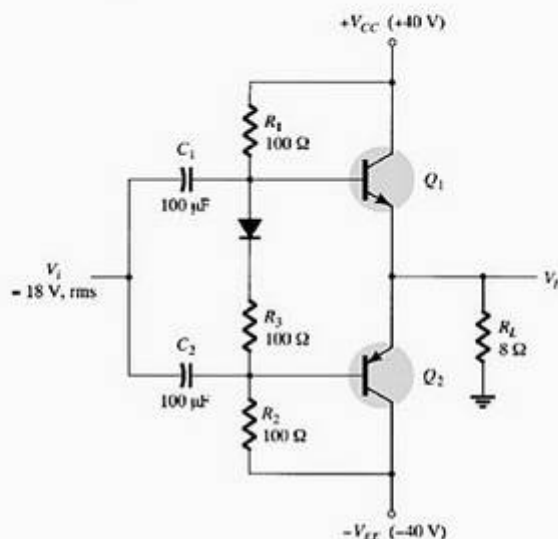

Figura 15.37 Problema 18.
- * 18. Para o amplificador de potência da Figura 15.37, calcule: